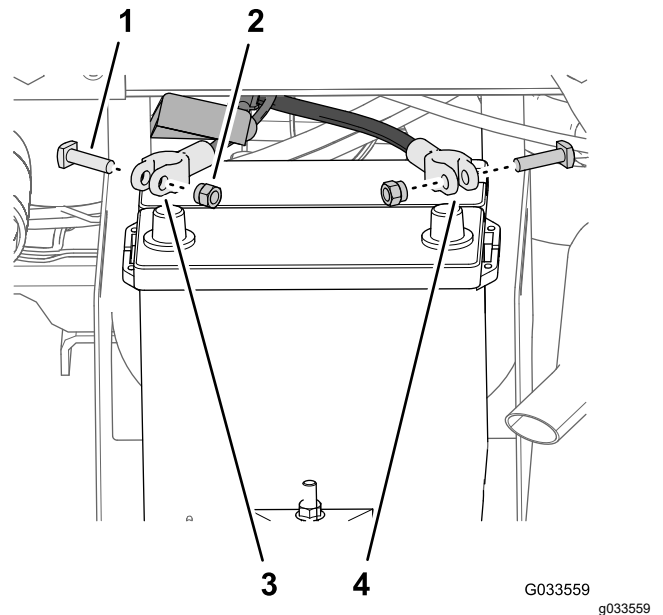

Figura 25
1. Retire os parafusos em T e as porcas das braçadeiras dos cabos da bateria positivos e negativos (Figura 25).